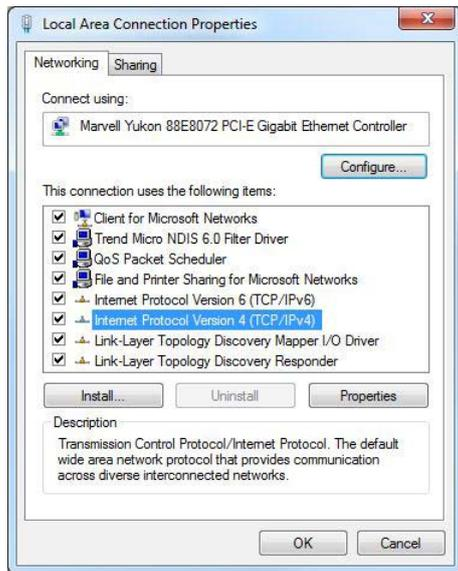

Abbildung 49: LAN Einstellungen
- Aktivieren Sie das „Internet Protocol Version 6 (TCP/IPv6)“ wählen Sie „Internet Protocol Version 4 (TCP/IPv4)“ aus. Klicken Sie auf „Eigenschaften“ (siehe Abbildung 49)